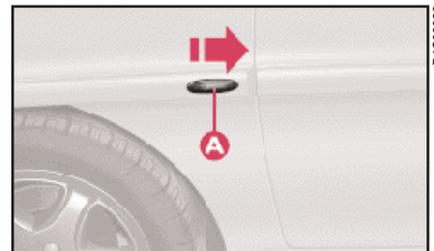

fig. 15
1) Pousser le transparent **A** (fig. 15) dans le sens indiqué par la flèche en agissant avec précaution pour ne pas abîmer la carrosserie, afin de comprimer l'agrafe de blocage.